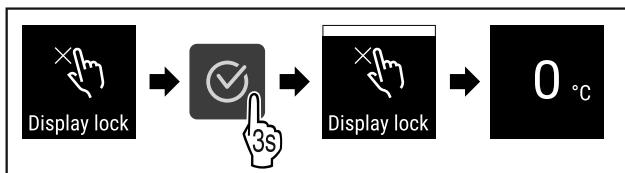

Fig. 77
- Провести етапи операцій (див. Fig. 77) .